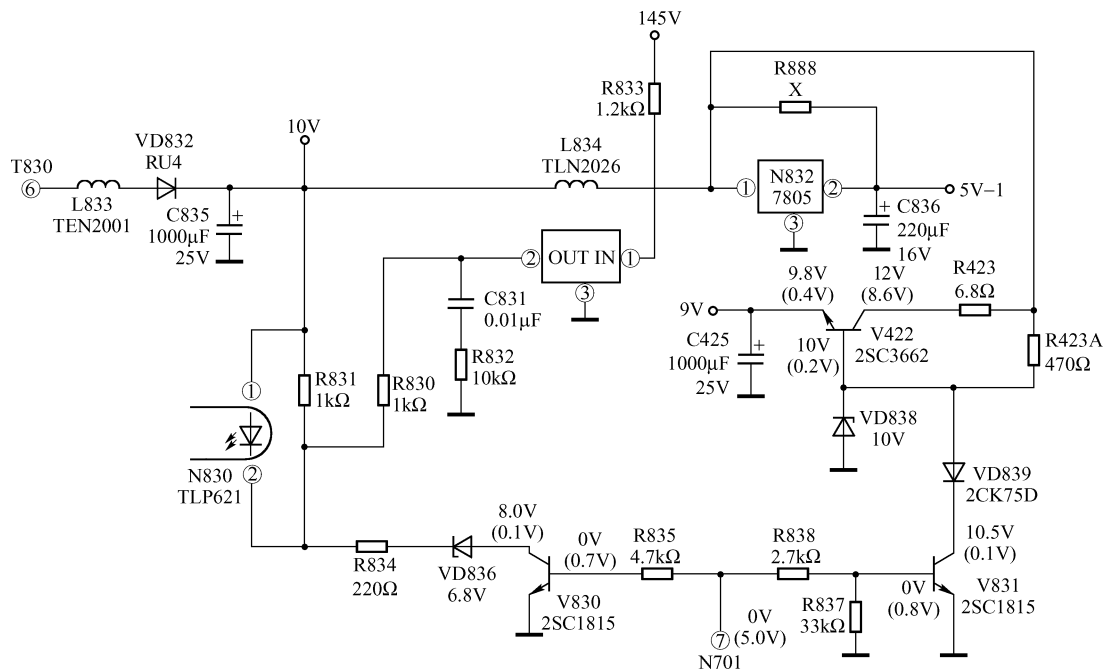
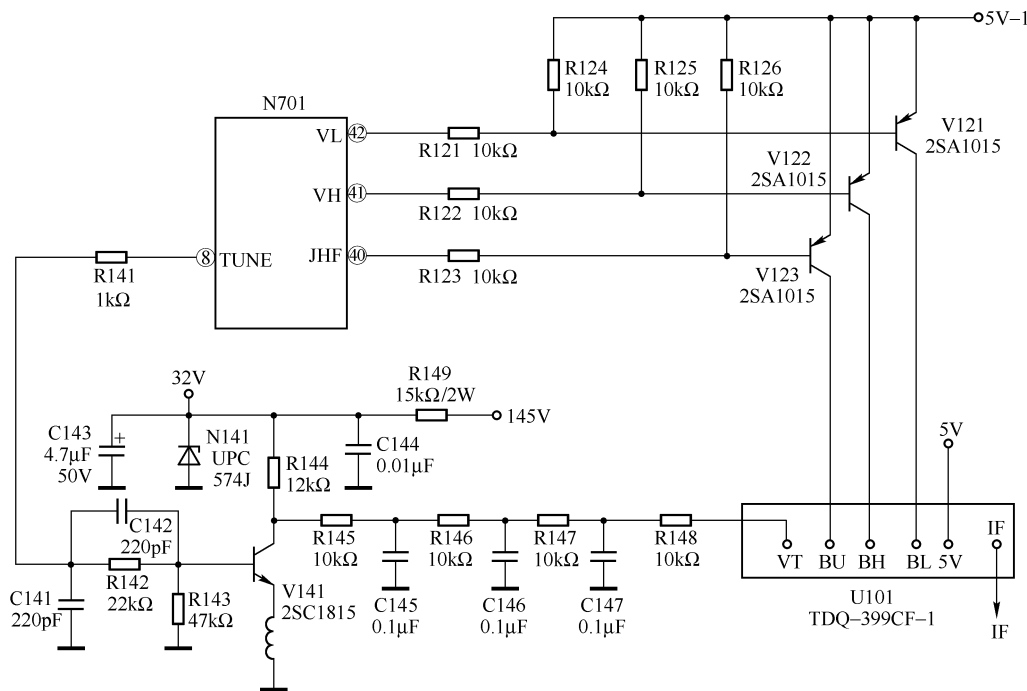

图 6-6 长虹 H2535K 机型中待机控制电路外部接口电路
图 6-7 长虹 H2535K 机型中调谐选台及波段转换控制外接接口电路
N701 的⑦脚电路主要用于待机控制。正常工作时, ⑦脚输出 0V 低电平, 外部接口电路不受影响。外部接口电路如图 6-6 所示。当遥控关机时, N701⑦脚输出 5.0V 高电平, 使 V830 因 b 极获得 0.7V 高电平而导通, V831 因 b 极获得 0.8V 高电平也导通。V830 导通时, 将 VD836 接地, N830 光电耦合器的②端电位被下拉钳位, 开关稳压电源进入低频间歇状态, 开关变压器次级整流输出电压下降, 由 VD832 整流输出的 10V 电压 (实测为 12V) 也下降到 8.6V 左右, N832 仍能稳定输出 5V-1 电压, 保持在待机状态下继续为中央微控制系统供电; V831 导通时, 将 V422 基极电位下拉到 0.2V, 使 V831 反向偏置截止, 无 9V 电压输出, 整机的行、场扫描等电路不工作。
因此,当该种机型不能二次开机时,应首先注意检查 N701⑦脚电压及其外接待机控制接口电路中的元器件。正常工作时,N701⑦脚电压能够随着遥控开/关机输出 0V/5.0V 转换电压。同时,V830、V831、V422 的基极集电极也有转换电压。如图 6-6 所示括号内电压值为待机时的电压值,没有括号的电压值为开机时的电压值。
3. N701 的⑧、⑫、⑪、⑩脚电路
N701 的⑧、⑫、⑪、⑩脚电路联合用于调谐选台控制,外接接口电路如图 6-7 所示。其中,V141 用于调谐激励,V121、V122、V123 用于波段控制电压输出,输出电压分别加到 U101 (TDQ-399CF-1) 调谐器的相应波段控制端。正常工作时,加到 U101 相应引脚的逻辑控制电压见表 6-2。